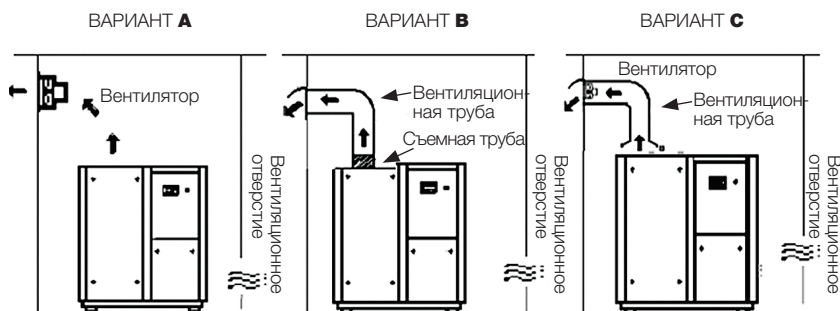

Рис. 4.3
**Вариант А:** Когда вентиляционная труба не используется для вентиляции, пожалуйста, обратитесь к параметрам вентиляции (1), указанным в таблице 4.5 для рекомендуемого объема внешней вентиляции для вентилятора, и, пожалуйста, установите вентилятор как можно выше.
**Вариант В:** При использовании вентиляционной трубы, и если вентилятор не установлен, тогда необходимо вычислить потерю давления объема вентиляции воздушного компрессора в вентиляционной трубе. Если потеря давления менее 20 Па, вентилятор устанавливать не нужно. Пожалуйста, установите съемную вентиляционную трубу прямо на вентиляционное отверстие воздушного компрессора (Рекомендуемая конструкция системы вентиляции показана на Рис. 4.3 – вариант А и вариант С).
**Вариант С:** Если потеря давления внутри вентиляционной трубы превышает 20 Па, тогда необходимо установить вентилятор; при этом расстояние между вентиляционной трубой и вентиляционным отверстием воздушного компрессора находится в диапазоне между 200~300 мм. Рекомендуемый объем вентиляции (1) указан в таблице 4.5. Вентилятор необходимо выбирать на основании объема вентиляции. Также необходимо принимать во внимание потерю давления и увеличение температуры нагнетаемого воздуха.